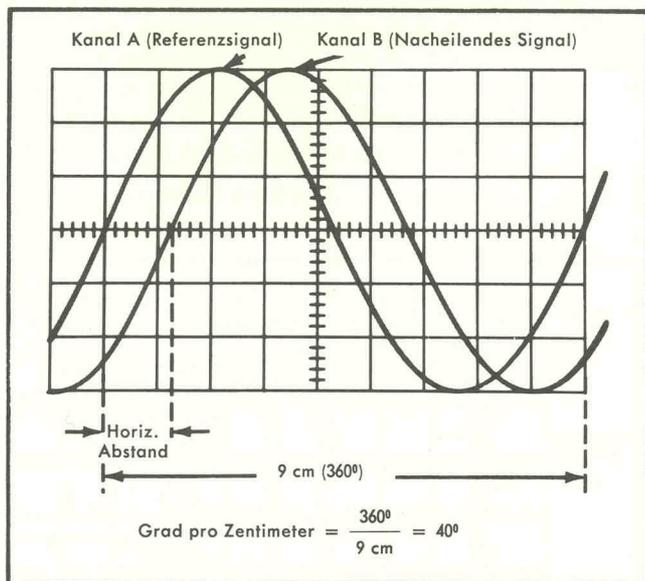

Bild 3-4 Messung des Phasenwinkels zweier Wellenformen
5. Der Regler VARIABLE des Oszillografen wird so weit nach links gedreht, daß eine Periode des Referenzsignals 9 cm horizontal einnimmt. Mit den Bedienungselementen der Triggerflanke und des Triggerniveaus wird das Referenzsignal am gewünschten Punkt getriggert. Jeder Zentimeter des horizontalen Rasters entspricht nun 40° einer ganzen Schwingung (siehe Bild 3-4).
6. Die horizontale Distanz zwischen entsprechenden Punkten der Signale wird in Zentimeter gemessen. Der Abstand, und ob das Signal von Kanal B voreilend oder nacheilend ist, wird festgestellt (siehe Bild 3-4).